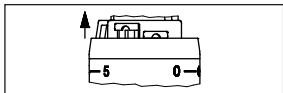

Abb.6
1. Schieben Sie mittels eines geeigneten Werkzeuges oder Stiftes die Begrenzungselemente aus der „Parkposition“ (zwischen Merkhzahl „5“ und „0“, Abb. 6).